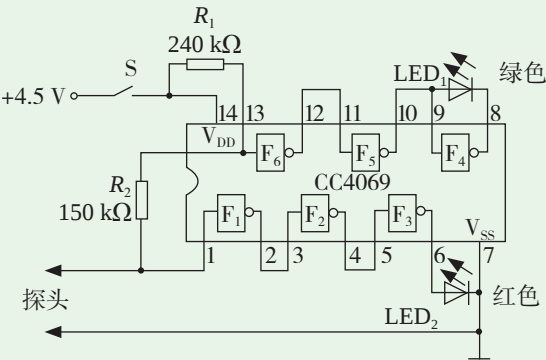

图 3-61 用门电路制作的水质检测仪电路
这里所说的水质主要指水的纯净度，纯净的水电阻很大，有杂质的水电阻很小。实际电路如图3-61所示，电路中 R_1 、 R_2 和探头本身电阻（被测水质电阻）构成一串联分压电路。如果被测水非常纯净（即电阻很大）， F_6 和 F_1 输入都为高电平，通过非门电路逻辑关系可知绿灯亮，红灯不亮，表明水质较好。如果被测水质杂质很多（即电阻很小）， F_6 和 F_1 输入都为低电平，绿灯不亮，
1. 根据如图3-61所示的电路图组装水质检测仪。